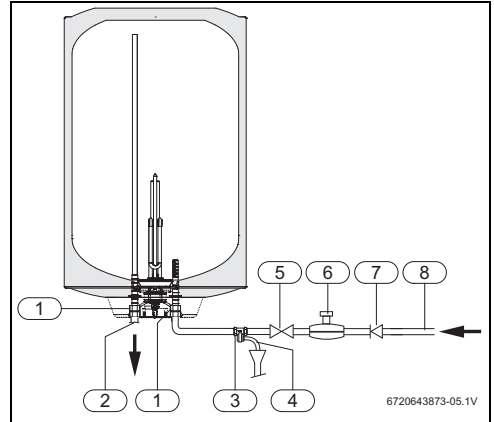

Fig. 8 Ligação de água
- Instalar a válvula de segurança na entrada de água do termoacumulador (Fig. 8).
Se a pressão de entrada de água for superior a 80% da pressão máxima do termoacumulador (6¹) ou 8 bar, ou seja 4.8 bar e 6.4 bar, instalar uma válvula redutora (Fig. 8). A válvula de segurança vai actuar sempre que a pressão da água no termoacumulador for superior a 6 bar, pelo que é necessário prever uma forma de canalizar o escoamento dessa água.
De forma a evitar problemas provocados por alterações de pressão súbitas na alimentação, aconselha-se a montagem de uma válvula anti-retorno a montante do termoacumulador (Fig. 8, [7]).
- ▶ Fechar a válvula de corte de água (→ Fig. 8).